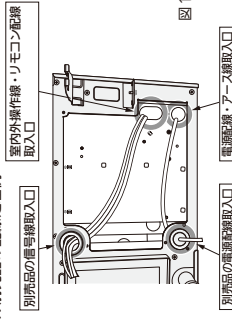

図 17
- ふたに取り付ける別売品もあるので別売品の配線処理例（1. 2 に注意してください）（図 17、18）